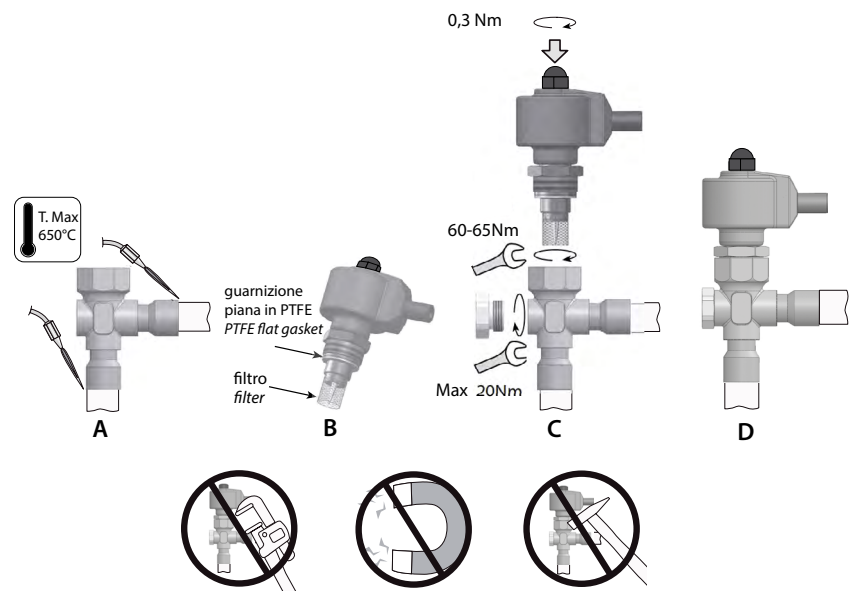

Fig. 2
Seguire la successione indicata in Fig. 2 procedendo in questo modo:
2. Procedere alla saldatura orientando la fiamma verso l'estremità dei raccordi come da fig. 2 A (per una migliore brasatura senza alterare la tenuta della zona di saldatura tra corpo e raccordi utilizzare lega con temperatura di fusione inferiore a 650 °C o con tenore di argento superiore del 25 %).
4. Verificare che il filtro in rete metallica sia inserito sulla bocca di ottone (Fig.2-B). In caso contrario, posizionarlo come in figura e portarlo in battuta. **Attenzione! Utilizzare il filtro solo in mono-direzionale con ingresso del fluido dal raccordo laterale. In caso di utilizzo della valvola in direzione contraria, prevedere apposito filtro nel circuito, togliendo quello fornito.**
5. Avvitare nel corpo valvola la cartuccia in acciaio sull'apposito alloggiamento filettato con una chiave a forchetta da 32. Serrare la cartuccia portando la ghiera in battuta sul corpo valvola con una coppia di serraggio suggerita di 60-65 Nm (Fig. 2 C). Per favorire un più rapido assemblaggio della valvola, si consiglia di non smontare il motore dalla cartuccia. **Attenzione!** Nel caso in cui lo stelo filettato fuoriuscisse completamente dalla sede di lavoro della cartuccia procedere secondo la seguente operazione:
The Unipolar E³V-S valves must be joined to the circuit by braze welding the copper fittings to the condenser outlet (IN) and evaporator inlet (OUT) pipes. Proceed as indicated in Fig. 2:
2. Weld by aiming the flame at the ends of the fittings as shown in Fig. 2-A (for better braze welding without affecting the seal of the welded area between the body and the fittings, use alloys with a fusion temperature less than 650 °C or with a silver content above 25%);
3. Make sure that the PTFE flat gasket is present in its seat (Fig. 2-B). Otherwise, take a flat gasket from the packaging and place it in the cartridge from the side of the brass bushing.
4. Make sure that the metal mesh filter is inserted on the brass bushing (Fig.2-B). Otherwise, position it as shown in the figure and make sure it's properly in place. **Warning! Only use the one-way filter with fluid inlet from the connection side. If using the valve in the opposite direction, install a special filter in the circuit, removing the one supplied.**
5. Tighten the steel cartridge in its threaded socket on the valve body using a 32 mm spanner. Tighten the cartridge on the valve body to a recommended tightening torque of 60-65 Nm (Fig. 2-C). For faster valve assembly, do not remove the motor from the cartridge. **Warning! If the threaded rod comes completely out of the cartridge, proceed as follows:**
6. When the valve has cooled down, tighten the flow sight glass to the special threaded socket in the valve body (in line with the cross fitting) using a 17 mm Allen key, making sure the O-ring is fitted (OR - 114 – inside diameter 11.1 mm – thickness 1.78 mm – material: Neoprene) to ensure hermetic tightness. Tighten the sight glass to the end of the thread (Fig. 2 C), with maximum 20 Nm torque. **Warning!** To ensure better tightness of the assembly, use the Neoprene O-ring (other materials may affect the correct operation of the assembly) lubricated with a thin layer of compatible oil.